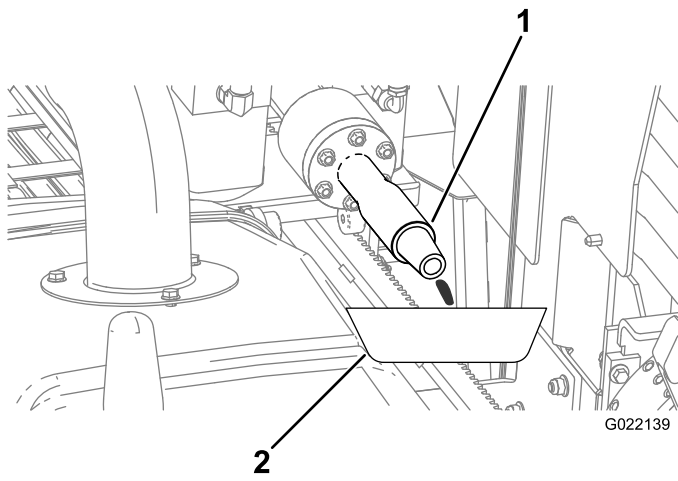

Figura 157
- A. Coloque un recipiente debajo del husillo de perforación para el anticongelante sobrante (Figura 157).
- E. Cuando salga anticongelante del husillo de perforación (Figura 157), apague la bomba.